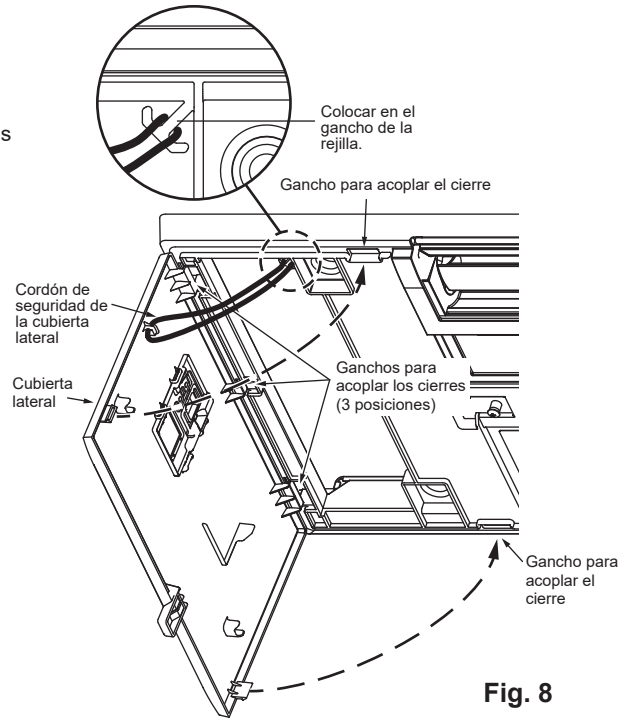

Fig. 8
- Enganche los cordones de seguridad de las cubiertas laterales I/D a la rejilla e instálelas. (Fig. 8)
- Compruebe que los cierres de las cubiertas laterales I/D estén enganchados de forma segura. (Fig. 8)